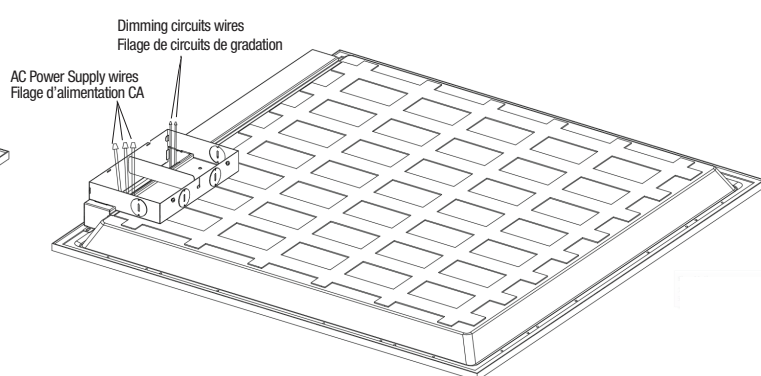

Fig. 4
5. Insert the luminaire input wires into the junction box (Fig. 4) as follow:
7. Make the appropriate wiring connections by using wires nuts (Fig. 4).
5. Insérer les fils d'entrée du luminaire dans la boîte de jonction (Fig. 4) comme suit:
7. Effectuer les connexions de câblage appropriées en utilisant des capuchons de connexion (Fig. 4).